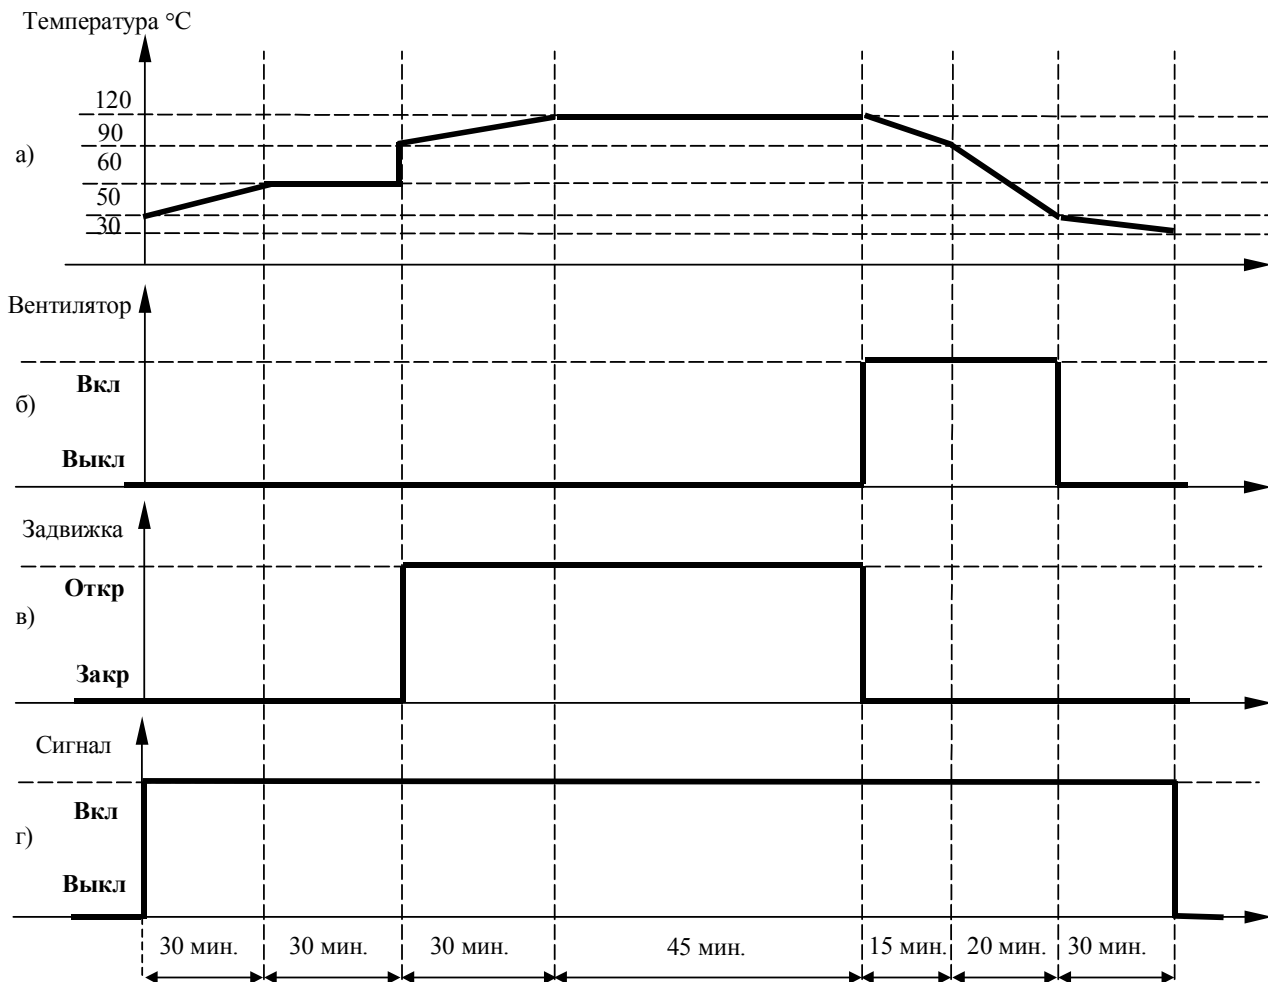

Рисунок 6.6 – Пример с графиком работы прибора по программе
- включать на время исполнения программы световую сигнализацию, см. рисунок 6.6.г.